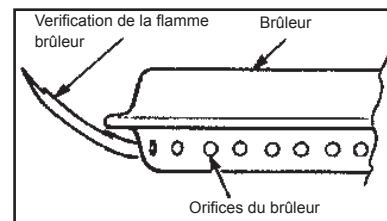

Fig. 9
9. Tous les orifices du brûleur devraient présenter une flamme de 2.5cm de hauteur au réglage maximum "HI". (Fig. 9)